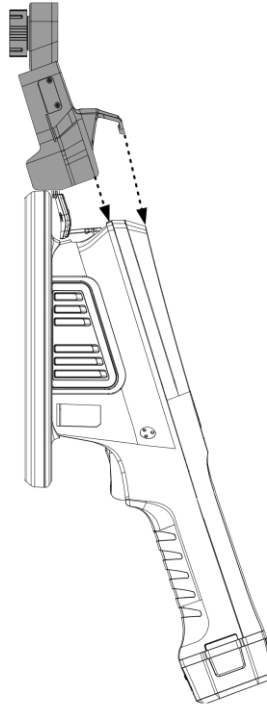

Figura 2-3 Alineación del soporte y la cámara termográfica
2. Alinee el soporte y la cámara termográfica según la dirección de la flecha (ver *Figura 2-3*), haciendo que el borde del soporte quede paralelo al marco de la cámara.